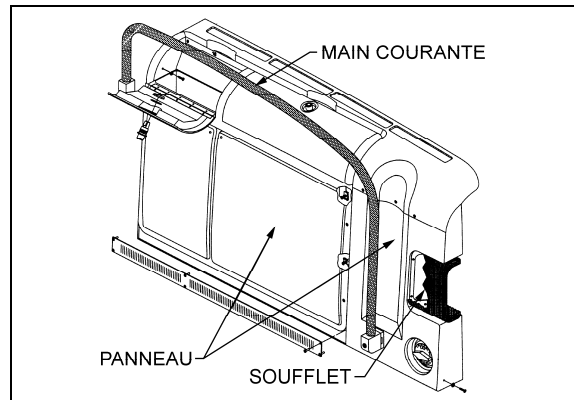

FIGURE 1 : EMBLEMMENT DES PANNEAUX
1. Ouvrir la porte d'entrée. Retirer la main courante et ses pièces de fixation. Enlever les deux panneaux de finition et le soufflet de caoutchouc de la charnière supérieure (voir figure 1).